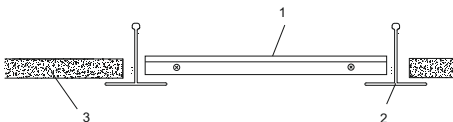

Рисунок 3
2.3 Встраиваемый монтаж производить в подвесные потолки типа «Armstrong» для светильника ДВО 1001D, ДВО 1101D, ДВО 1201D, ДВО 1301D (см. рисунок 3). Светодиодную панель (1) установить на место потолочной плиты 600×600 мм (3) в межпотолочное пространство между направляющими (2) потолка «Armstrong», как показано на рисунке 3.